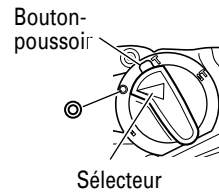

Fig. 21
- (1) Montez la pointe de broyage ou le burin.
- (2) Enfoncer le bouton-poussoir et placer le sélecteur sur le repère **⊙**. (Fig. 21)